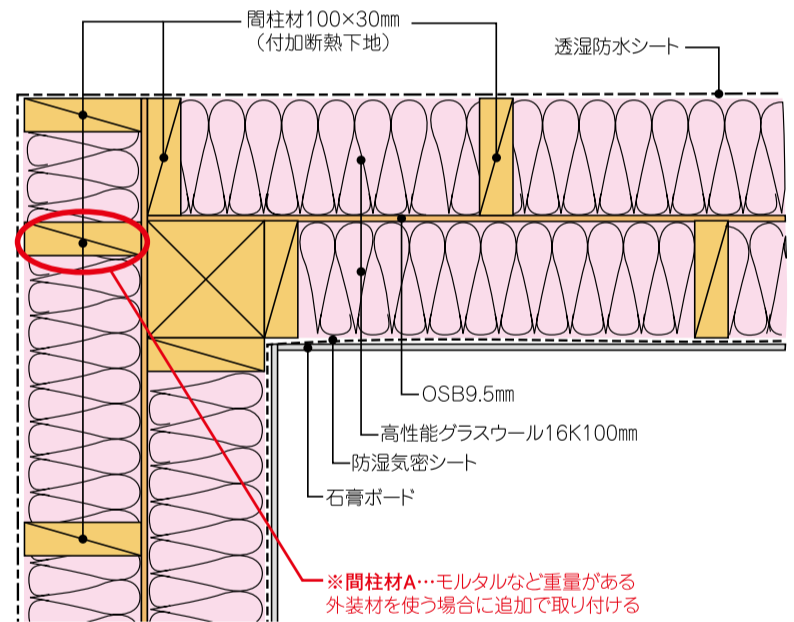

図3…一方の壁の端部の付加断熱下地をL字型に組んだ出隅の納まり
ただ、最近では施工を簡略化するため、付加断熱下地の間柱材を壁の端部でL字型に施工する現場もある(図3)。この場合、①の後に隅柱からはみ出し
た構造用合板に重ね合わせるように間柱材を隅柱に施工し、その間柱材に対してL字を組むようにもう一つ間柱材を留め付ける。モルタルなど外装材に重い材料を使う場合は、隅柱に取り付ける間柱材をもう1本追加する(図3の間柱材A)。